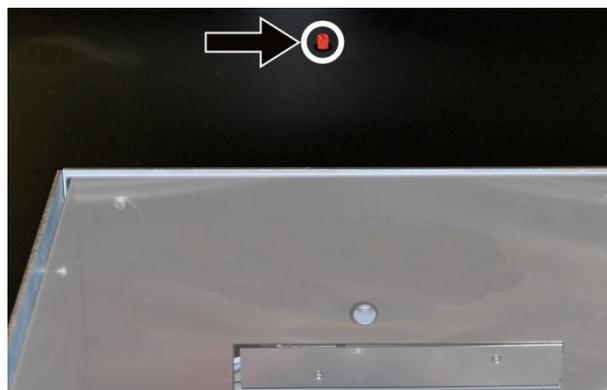

Bild 29 Transportsicherung am novAA 800
3. Die rot markierte Transportsicherung (Pfeil in Bild 29) aus dem Gitterhebel herauschrauben und aus dem Spektrometerraum entnehmen.